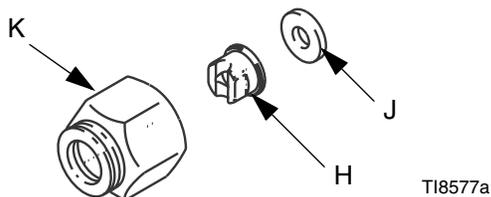

FIG. 7: Instalación de la boquilla de pulverización
2. Instale la boquilla de pulverización (H) y la junta (J) en la tuerca de retención de la boquilla (K). Enrosque firmemente el conjunto a la pistola. Utilice una llave para apretar el conjunto. Vea FIG. 7.
1. Para ajustar la dirección del chorro de pulverización utilizando la boquilla de abanico, oriente la ranura de la boquilla horizontalmente para obtener un chorro horizontal y verticalmente para obtener un chorro vertical. Vea la Fig. 7.